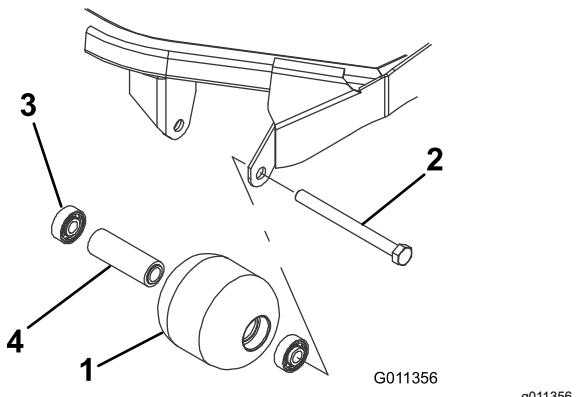

Figure 81
1. Retirez le boulon de fixation du galet (Figure 81).
4. Vérifiez l'état du logement de roulements, des roulements et de la douille d'écartement (Figure 81) Remplacez tout composant endommagé et procédez au remontage.
1. Enfoncez le premier roulement dans le logement à la presse (Figure 81). Exercez la pression uniquement sur la bague extérieure ou uniformément sur les bagues intérieure et extérieure.
2. Insérez l'entretoise (Figure 81).
3. Enfoncez le second roulement dans le logement à la presse (Figure 81). Exercez une pression uniforme sur les bagues intérieure et extérieure jusqu'à ce que la bague intérieure rencontre la douille d'écartement.